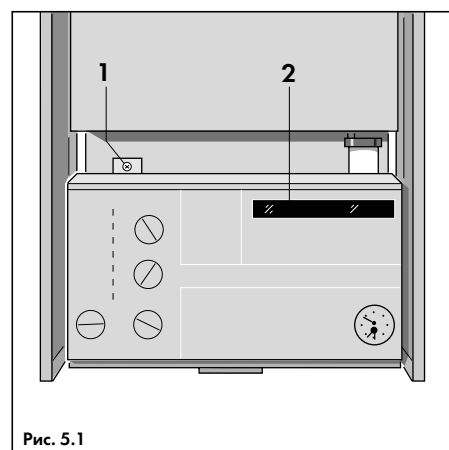
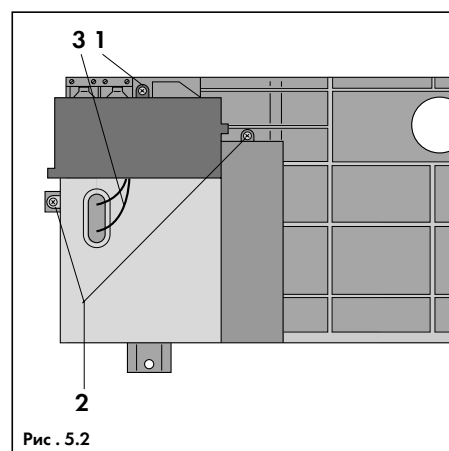

Рис. 5.1
Рис. 5.2
Отвернув крепежный винт (1, рис. 5.1), откинуть панель управления вниз. На крышке клеммного шкафа вывинтить шуруп (1, рис. 5.2) и снять крышку.
Важно: убедиться в том, что все провода проходят через соответствующие вводы на клеммном шкафу и прочно закреплены зажимными скобами. Обратит внимание на то, чтобы кабель электропитания был подключен так, чтобы при натяжении, в случае выскальзывания проводников из зажима, фазный, а затем нулевой проводники были вытянуты из зажима раньше защитного проводника. После монтажа вернуть на место крышку клеммного шкафа и вернуть панель управления в нормальное положение, закрепив ее винтом (1, рис. 5.1).
- Отвернуть винт (1, рис. 5.1) и откинуть панель управления;